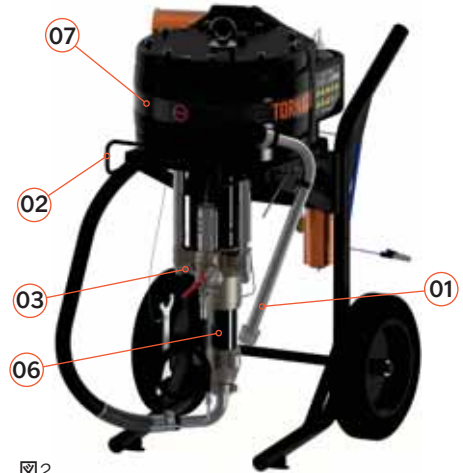

図2
- 01 吸引ホース (図 2)
- 02 ホースサポート (図 2)
- 03 ポンプ液体アウトレット (図 2)
- 06 油圧シリンダー (図 2)
- 07 空気圧シリンダー (図 2)
- 08 移動式トロリー (図 2)